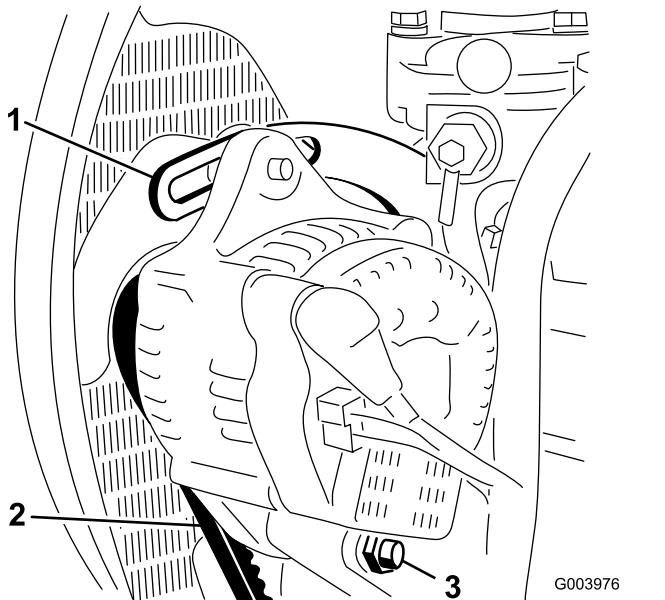

図 54
2. オルタネータ側プーリとクランクシャフト側プーリ間の中央部でオルタネータベルト(図 54)を指で10 kg程度の力で押してベルトの張りを点検する。
4. ブレースをエンジンに固定しているボルト図 54 と、オルタネータをブレースとピボットボルトに固定しているボルトをゆるめる。